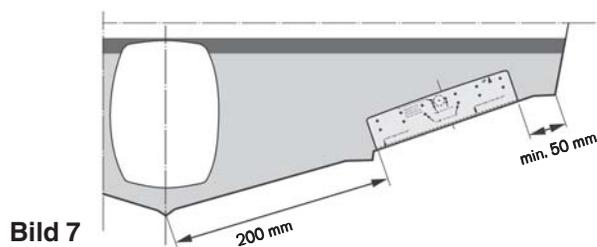

Bild 7
Trimplansenheterna (C) **bild 1 och 4** ska monteras nära båtens botten på akterspegeln. Den exakta placeringen bestäms av mallen som ingår i leveransen (se nedan för detaljerade instruktioner). Ju längre utåt trimplansenheterna monteras desto större blir manöverbarheten från sida till sida. Sätt trimplansenheten minst 50 mm från slaget i riktning mot båtens mittlinje. På båtar med utombordare, Aquamatic eller vattenjet måste det vara minst 200 mm mellan drivenhetens mittlinje och den närmaste kanten på trimplansenheterna. **Se bild 7.**